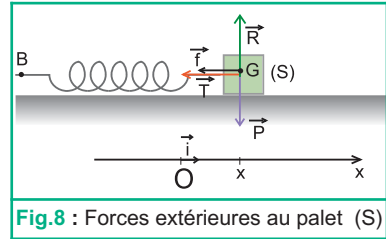

Fig.8 : Forces extérieures au palet (S)
On choisit comme repère galiléen, le repère $(O, \vec{i})$ lié au laboratoire (fig.8), $\vec{i}$ étant le vecteur unitaire de l'axe du ressort et la position de repos O du centre d'inertie G de (S) étant son origine.
Dans les expériences réalisées précédemment, le palet (S) est soumis aux forces extérieures suivantes (Fig.8) :